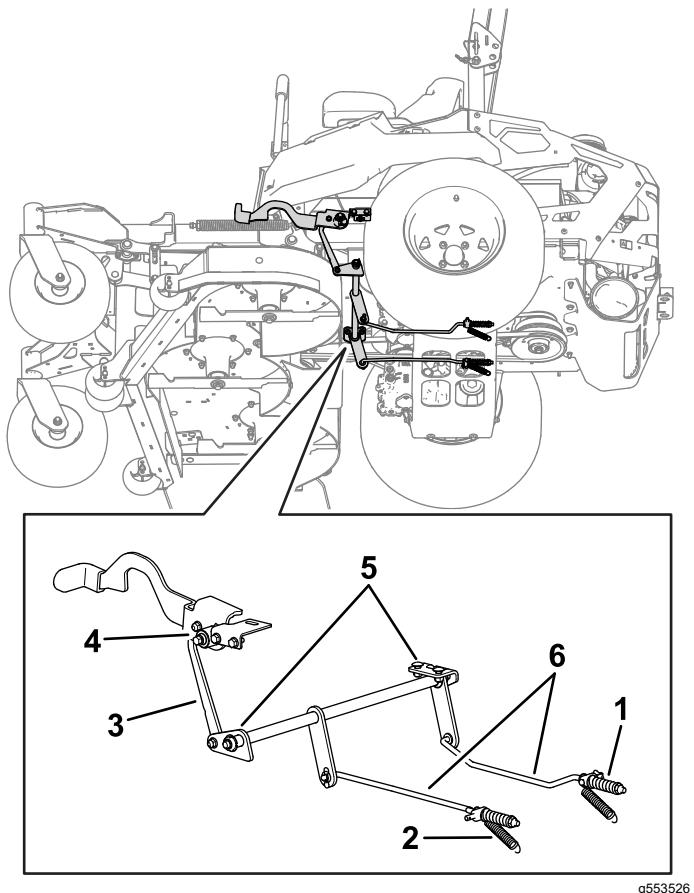

Figure 73
7. Si es necesario un ajuste, quite el freno de estacionamiento. Inspeccione todos los componentes del acoplamiento del freno de estacionamiento en busca de desgaste. Sustituya cualquier componente desgastado (Figure 73) y repita el paso 6.